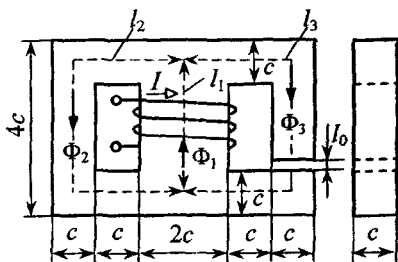

Рис. 1.11
**Задача 1.10.** Разветвленная магнитная цепь (рис. 1.11) выполнена из электротехнической стали, кривая намагничивания которой приведена на рис. 1.4. В правом стержне имеется воздушный зазор длиной  $l_0$ . Магнитная индукция в зазоре —  $B_0$ .
**Решение.** Выделяем участки цепи одинакового сечения и материала, с одним и тем же потоком (рис. 1.11). Их длины по средней линии:  $l_1 = 3c = 0,09$  м,  $l_2 = 8c = 0,24$  м,  $l_3 = 8c - l_0 = 0,24 - 0,001 \approx 0,24$  м,  $l_0 = 0,001$  м.